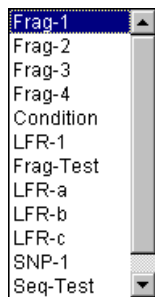

图 2.16 方法选择下拉列表
2. 单击向下箭头以打开方法选择列表（图 2.16）并选择该方法。